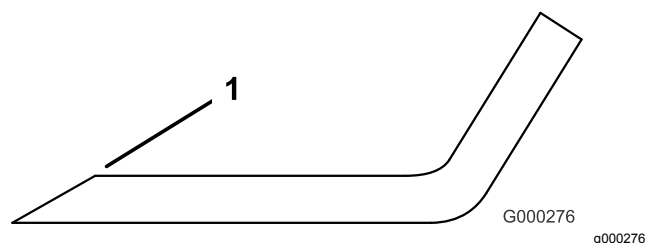

Figura 112
- Inspeccione los filos de todas las cuchillas. Afílelos si están romos o tienen mellas. Afíle únicamente la parte superior del filo y mantenga el ángulo de corte original para asegurar un filo correcto (Figura 112). La cuchilla permanecerá equilibrada si se retira la misma cantidad de metal de ambos bordes de corte.